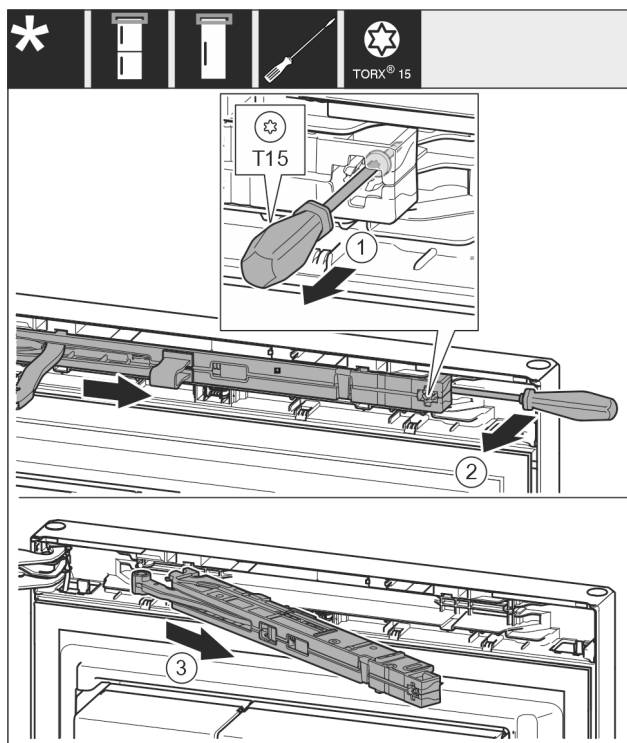

Fig. 11
- Soltar el tornillo de la unidad del amortiguador de cierre aprox. 14 mm con el destornillador T15. Fig. 11 (1)
- Desplazarlo con un destornillador por el lado del tirador detrás de la unidad de amortiguador de cierre y girar la unidad hacia delante. Fig. 11 (2)
- Extraer la unidad del amortiguador de cierre. Fig. 11 (3)